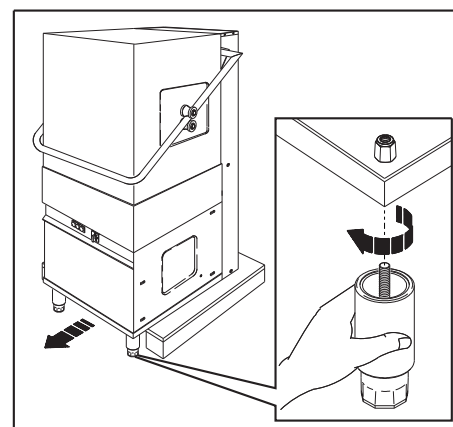

Fig. 4
3. Mover a máquina na plataforma até libertar dois dos quatro orifícios para inserção dos pés de suporte (fig. 4).
Pegar num dos pés fornecidos e apertar o parafuso num dos dois locais livres (fig. 4).
Continuar com a montagem do segundo pé seguindo o mesmo procedimento (fig. 4).